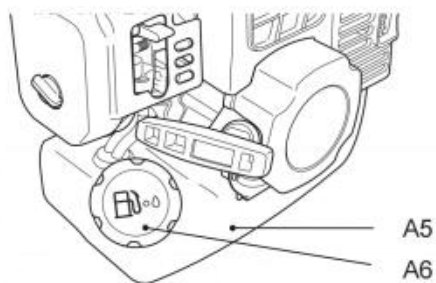

Fig. 25
7. Desenrosque y retire el tapón del depósito de combustible (A6) (Fig. 25).